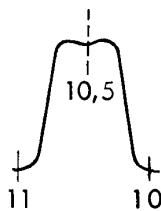

Fig. 2
- Régler les noyaux de **T7** et maintenir le 10,5 MHz centré dans le creux (fig. 2).